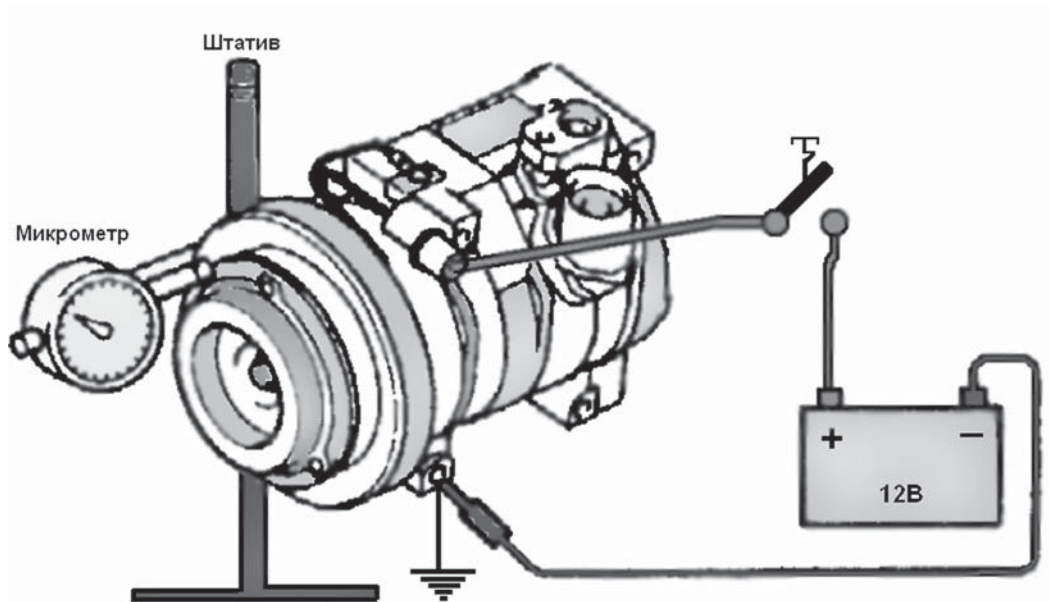

Рис. 3.1.2.
3. Проверить с помощью микрометра часового типа на соответствие воздушного зазора электромагнитной муфты номинальному значению (рис. 3.1.2.). Номинальный зазор должен составлять от 0,35 до 0,65 мм.